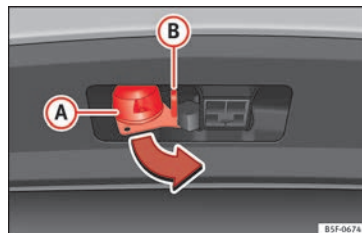

Fig. 234 Girare il connettore a 13 poli
» **fig. 234.**
- » **fig. 234.**
L'occhiello di sicurezza **(B)** » **fig. 234** serve per agganciare il cavo di fissaggio del rimorchio.